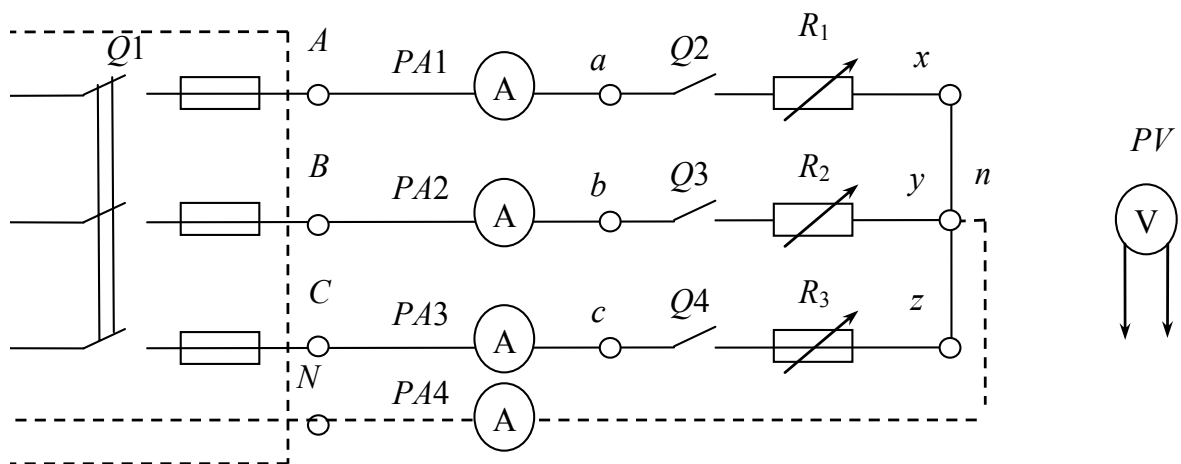

Рис. 32. Схема электрической цепи лабораторной установки с нейтральным проводом
3. Повторите опыт при включенном нейтральном проводе (рис. 32).
4. Включите в цепь по схеме рис. 32 с нейтральным проводом между зажимами  $a - x$ ,  $b - y$ ,  $c - z$  приемники согласно табл. 10. В качестве активного приемника на универсальном лабораторном стенде используйте нагрузку любой фазы, в качестве активно-индуктивного приемника – реальную катушку на 2400 витков, емкостного – конденсаторы на стенде С2 или С3. Измерьте и запишите в табл. 13 результаты измерений и сравните их с результатами расчета в табл. 10.